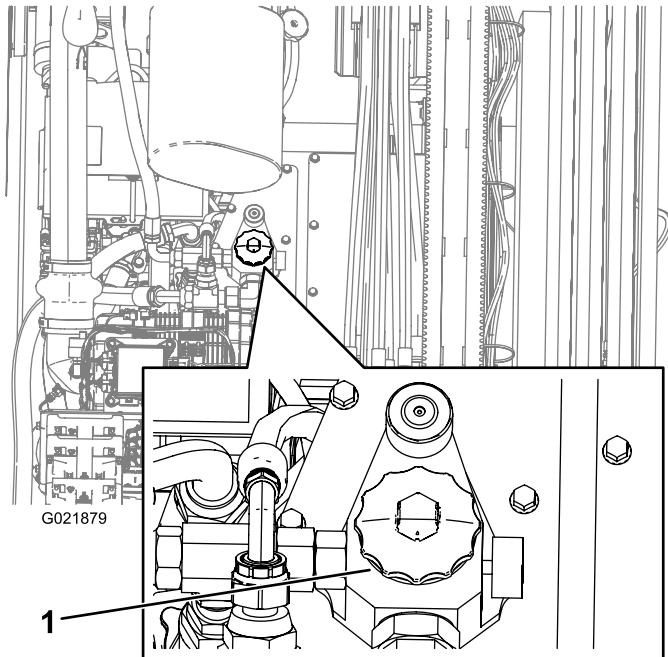

Figura 145
4. Abra a tampa do reservatório hidráulico (Figura 145).
10. Posicione uma bandeja de drenagem sob o filtro e remova o filtro (Figura 145).